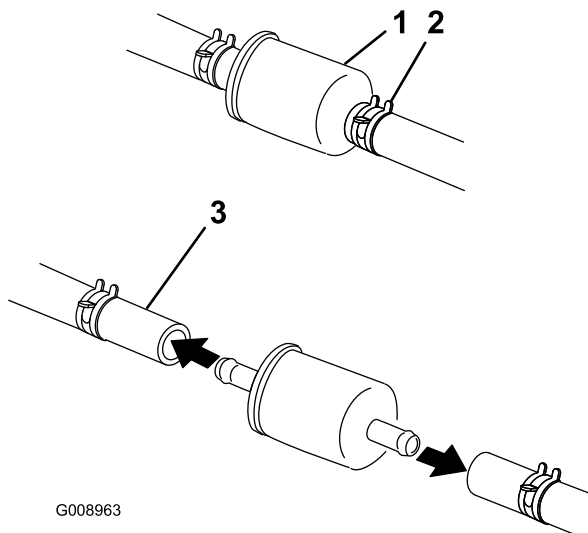

Figure 52
6. Pincez les extrémités des colliers et faites glisser ceux-ci pour les éloigner du filtre (Figure 52).
8. Posez un filtre neuf et rapprochez les colliers de fixation du filtre (Figure 52).